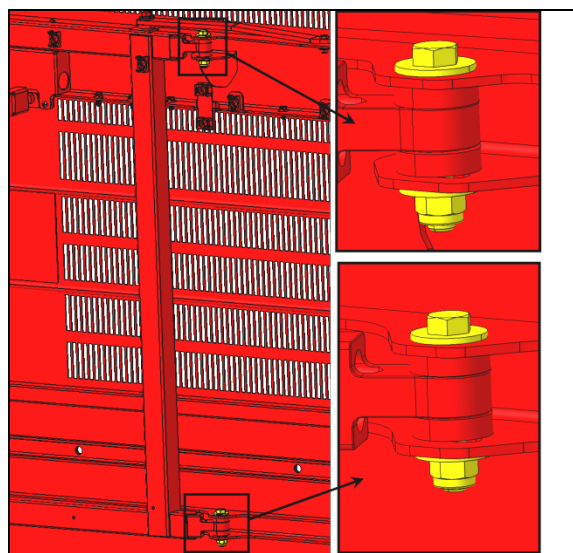

FIGURE 116:
4. Si la position verticale est hors tolérance, vous pouvez ajuster la porte en utilisant le jeu aux points d'attache entre les bras et la porte (Figure 116:).